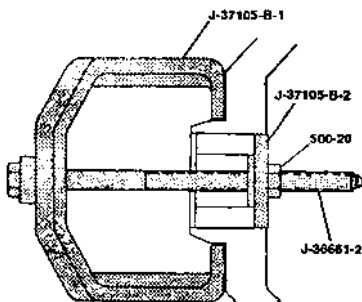

Рис. 5.18.
- снять подшипник ступицы при помощи приспособления (например, скобы J-37105-B-1, винта J-36661-2, переходника для подшипника J-37105-B-2 и гайки 500-20) (рис. 5.18);